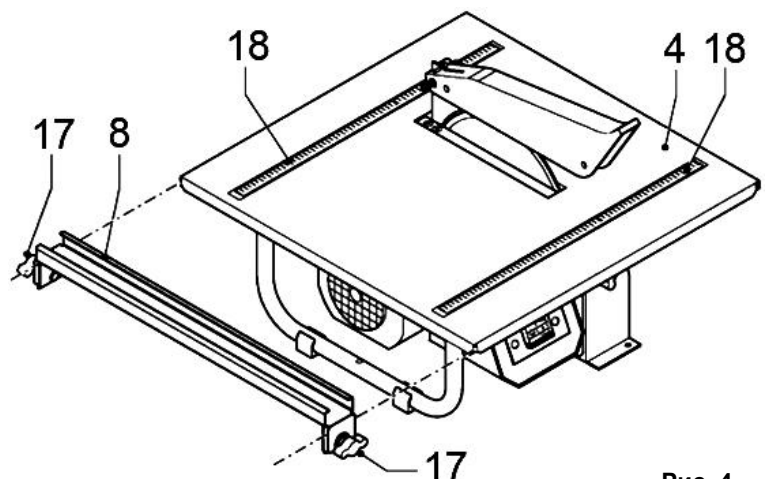

Рис. 4
Установка и регулировка параллельной направляющей (См. Рис.4)
- Ослабьте винты-фиксаторы (17)(См. Рис.4) на несколько оборотов.
- Задвиньте параллельное направляющее устройство (8) за кромку рабочего стола (4), как показано на рисунке 4.
- Установите направляющую (8) на необходимом расстоянии от кромки.
- Установка контролируется по показаниям шкалы (18).
- Затяните винты-фиксаторы (17).